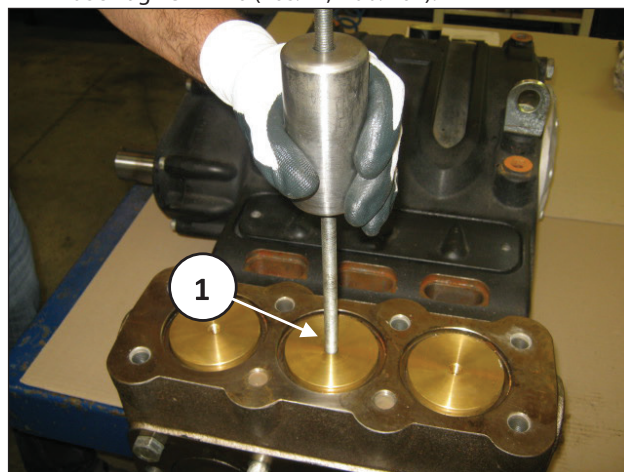

Abb. 102
- B) Entfernen Sie die Ventilkappen mithilfe eines Abziehers mit Schlagwerk M10 (Pos. ①, Abb. 102).